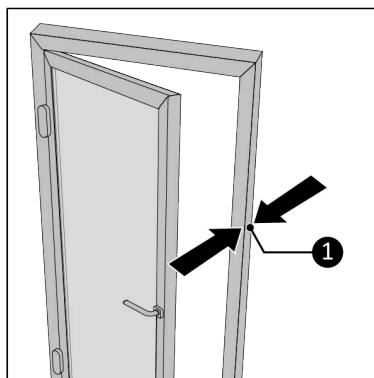

Figura 58.
2. Măsurați lățimea părții fixe a ramei ferestrei (Figura 58, nt. 1).